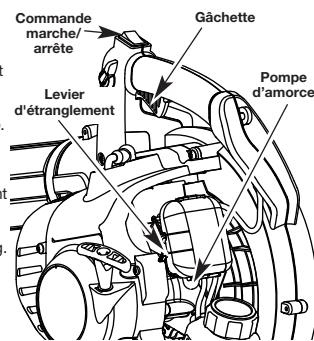

Fig. 11
**DÉMARRAGE À CHAUD :** Si le moteur est déjà chaud, mettre le levier de l'étrangleur en **position 3** et tirer sur le cordon pour redémarrer. L'appareil devrait être démarré au ralenti. Ne pas appuyer sur la manette pendant le démarrage (Fig. 11).
- Appuyez et maintenez la commande Marche/Arrêt enfoncée en position ARRÊT (O) jusqu'à ce que le moteur soit complètement arrêté (Fig. 11).